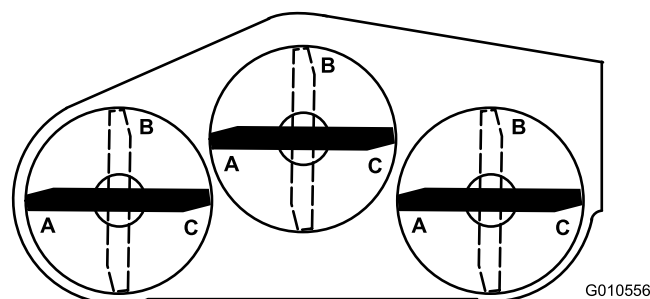
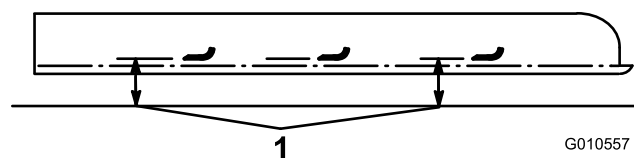

Figura 27
Figura 28
6. Coloque las 3 cuchillas en la posición "A" (**Figura 27**) y mida desde la superficie nivelada a la parte inferior de la punta de cada cuchilla (**Figura 28**) y anote la medida.
7. Gire las cuchillas a la posición "B" (**Figura 27**), mida la distancia entre todas las cuchillas y la superficie plana, y anote las dimensiones (**Figura 28**).
8. Gire las cuchillas a la posición "C", mida, y anote la distancia (**Figura 27** y **Figura 28**).